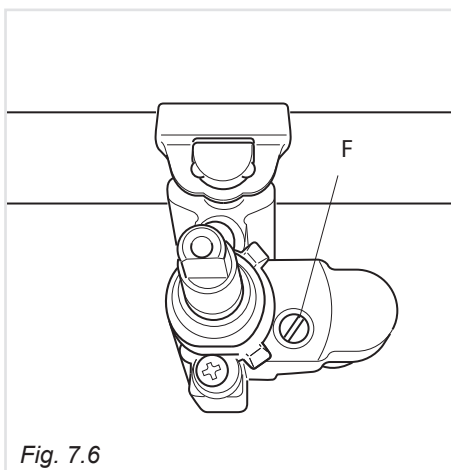

Fig. 7.6
- Sfilare la manopola del rubinetto e con un cacciavite a taglio agire sulla vite "F" (fig. 7.6) fino ad ottenere la fiamma desiderata.